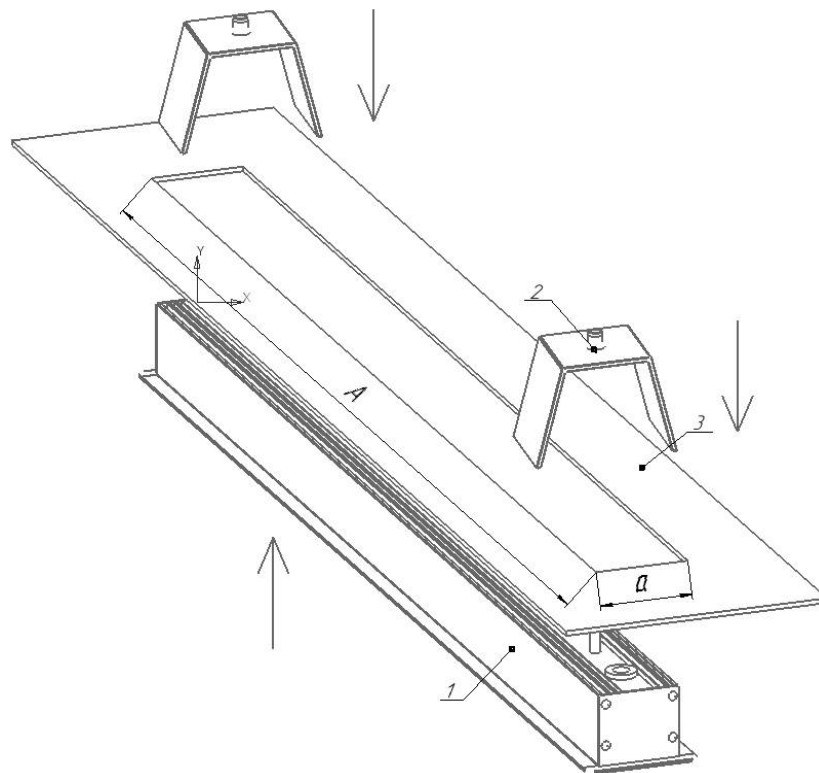

Рисунок 3 - Схема установки светильника в потолок
5.3.3. Корпус светильника установите в подшивной потолок или стену из гипсокартона. Закрутив винты до упора, зафиксируйте светильник (см. рисунок 3, 4). Установите рассеиватель.